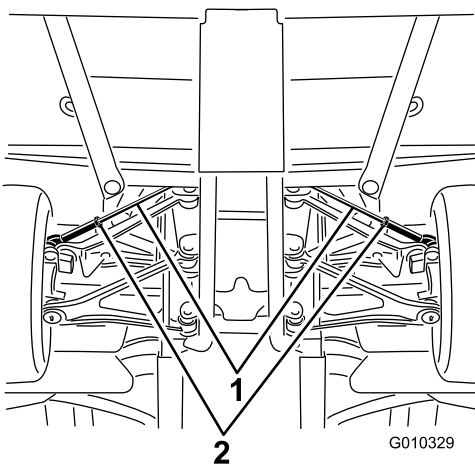

Figure 50
- A. Desserrez l'écrou de blocage au centre de la biellette (Figure 50)